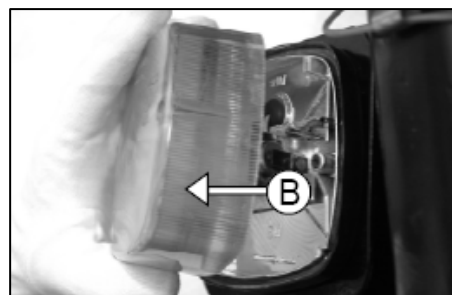

Fig. 143
2. Quite la mica ámbar (B) (Fig. 143).